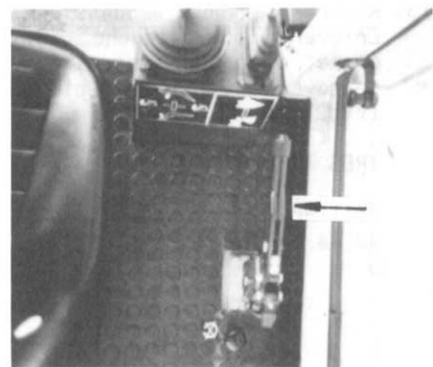

Bild 55
Die Einstellung der Feststellbremse wird am Drehgriff des Handhebels (Bild 55/Pfeil) vorgenommen.
Adjustment on the parking brake will be done at the turning handle of the hand lever (fig. 55/arrow).
Le réglage du frein de parking se fait par le poignée tournante de la manette (fig. 55/flèche).
1. Handhebel (Bild 55/Peil) anziehen, wieder lösen und dann Einstellschraube bis zum Anschlag linksherum drehen.
1. Pull hand lever (fig. 55/ arrow), then release and then turn adjustment screw left until stop.
1. Tirer la manette (fig. 55/ flèche) et la relacher, puis tourner la vis d'ajustage vers la gauche jusqu'à la butée.